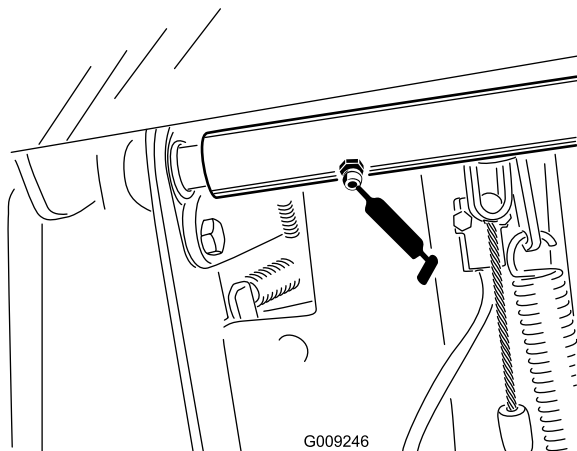

Figura 36
- Dois rolamentos do eixo da articulação do pedal do travão (Figura 36)